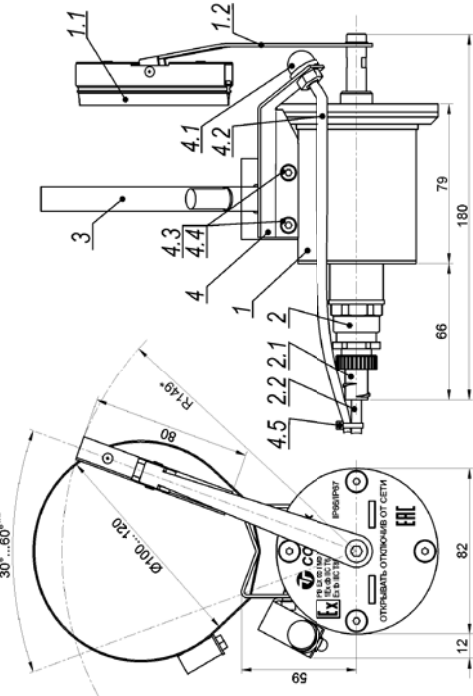

Рис.1 Состав и габаритные размеры СО-1 Ex и омывателя
7. Габаритные размеры.....см. рис.1 и 2
1. Стеклоочиститель СО-1 Ex (см. рис.1)